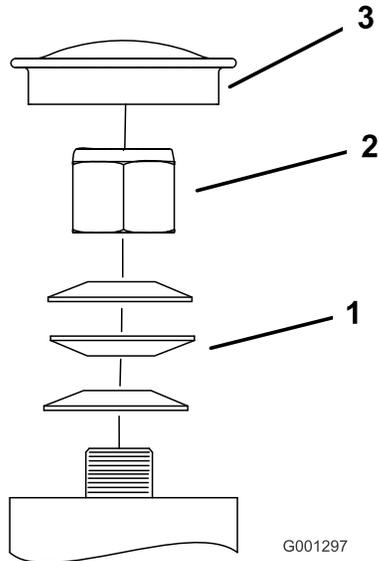

Figura 75
3. Retire o tampão antipoeira da roda e aperte a porca de bloqueio (Figura 75).
- Aperte a porca de freio até que as anilhas de mola estejam planas e, em seguida, recue 1/4 de volta para aplicar devidamente a pré-carga nos rolamentos (Figura 75).
**Importante:** Certifique-se de que as anilhas de mola estão corretamente montadas como se mostra na Figura 75.
- Instale o tampão antipoeira (Figura 75).